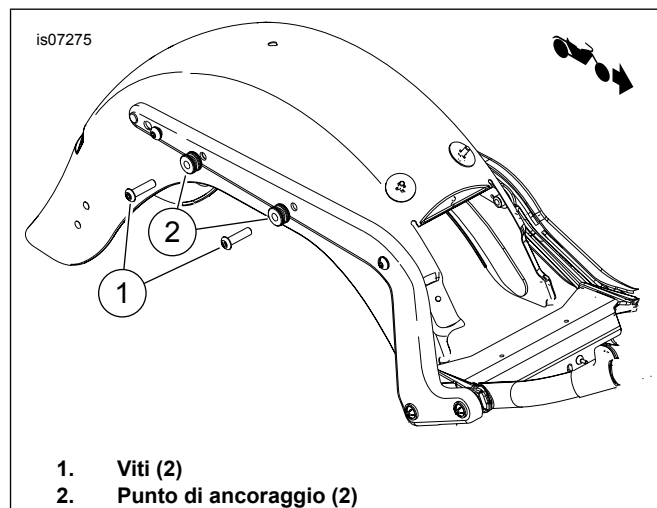

Figura 3. Installazione del punto di ancoraggio (senza altri accessori rimovibili)
*Senza altri accessori rimovibili:* Vedere Figura 3. Inserire le viti (1) attraverso i mini punti di ancoraggio (2). Inserire le viti nella staffa di montaggio del sostegno del parafrangente (all'interno del parafrangente). Serrare le viti ad una coppia di 28–36 N·m (21–27 ft-lbs).